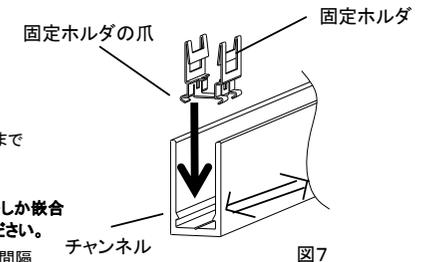

図7
曲線チャンネルで曲げ部が多かったり、灯具発光面の高さ均一性がより要求される場所では、図7のように固定ホルダ(オプション)を追加利用してください。
- (1) 固定ホルダを下方向にマイナスドライバー等で奥までカチッと音がするまで押込み装着します。
- 注意** ※固定ホルダの底部には図7のように4つの爪があります。2つしか嵌合しないことがありますので、4つ嵌合している事を確認してください。
- (2) 固定ホルダを矢印(⇒)方向にスライドして、固定ホルダ間の距離が等間隔になるよう調整します。
- (3) ネジでチャンネルを固定し、灯具を取付けます。ネジ取付け後、固定ホルダはスライドできません。